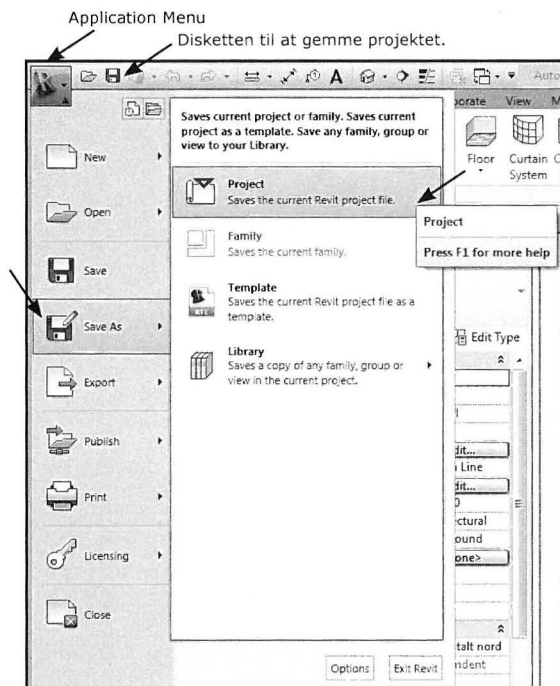

Fig. 04.05. Gem projektet.
- Klik på *Application Menu* (Fig. 04.05).
Man kan også blot klikke på ikonet med disketten (Fig. 04.05).